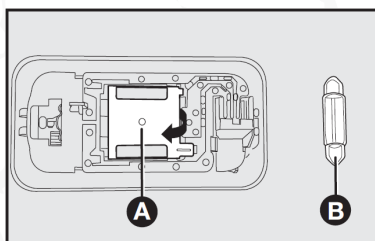

fig. 39
- 2) Abra la tapa A-fig. 39, en el sentido indicado por la flecha.
- 3) Saque la lámpara B-fig. 39 y sustitúyala;